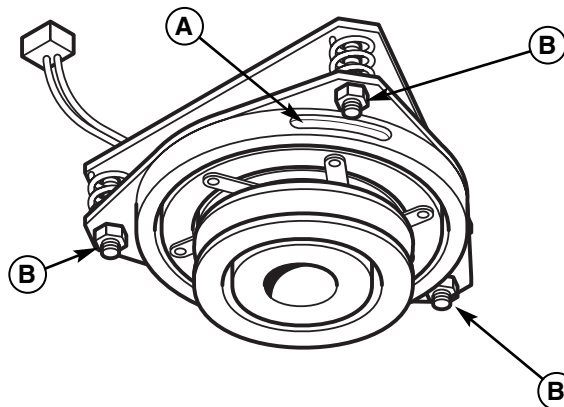

Figure 22. Réglage de l'embrayage de prise de force
2. Voir figure 22. Noter la position des 3 ouvertures de réglage (A) sur le côté de la plaque de freins et les écrous de réglage à frein élastique (B).
4. Serrer en alternance les écrous de réglage (B, figure 22) jusqu'à ce que la face du rotor et la face de l'armature entrent juste en contact avec la jauge.